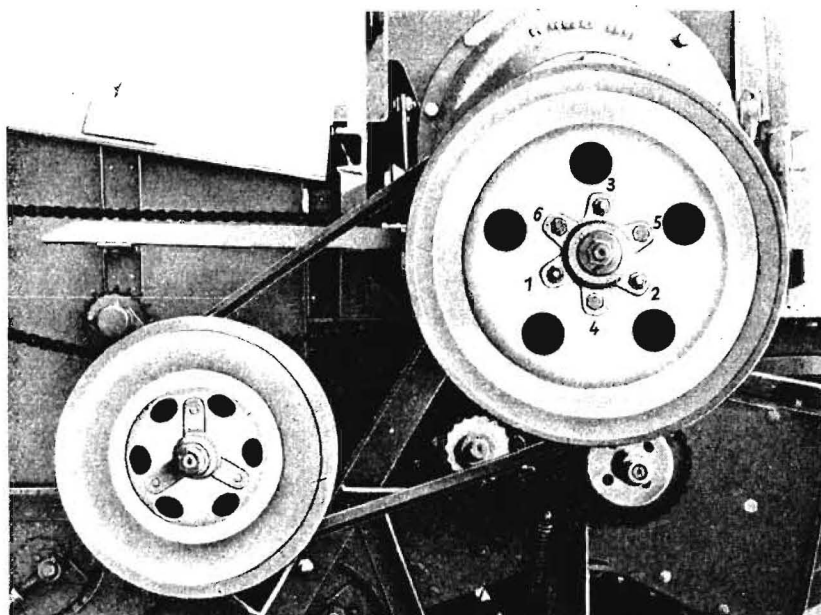

Bild 50 Spannen des Keilriemens am Dreschwerk
8. Wechseln der Keilriemenscheiben und Spannen des Keilriemens (Bild 50)